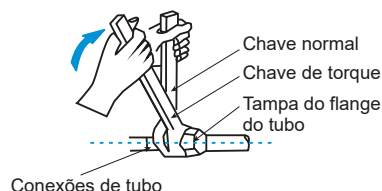

Figura 18
- Use duas chaves quando instalar ou desmontar a tubulação, uma chave comum e uma chave de torque. Consulte a Figura 18.